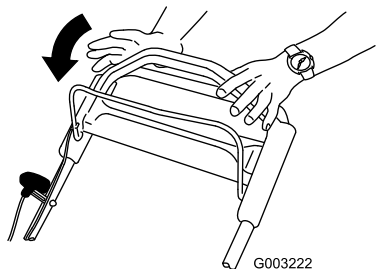

Рисунок 17
1. Отпустите штангу управления ножом (Рисунок 17).